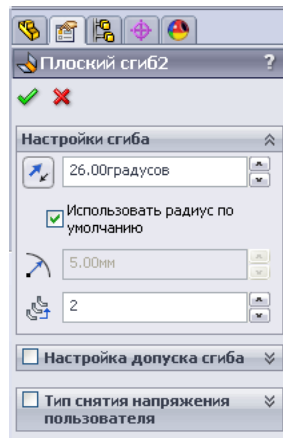
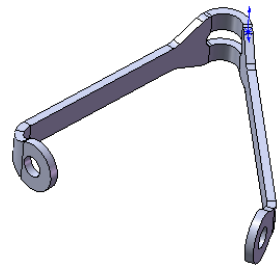

Рисунок 9.29 - Процес зміни параметрів
Рисунок 9.30 - Нові параметри згину
10. Аналогічним образом поміняємо настроювання **«Плоский сгиб2»**: змінімо кут згину на 26, радіус згину залишимо за замовчуванням 5 мм (рис. 9.29). Після натискання кнопки **ОК** деталь змінить свій вид (рис. 9.30).